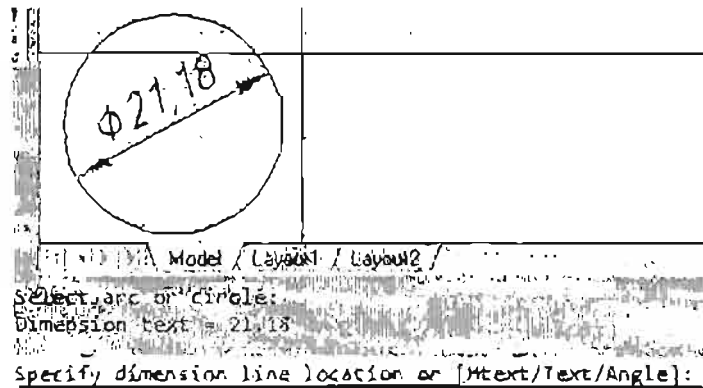

Рис. 3.21. Диалог в командной строке при выполнении команды Diameter (Диаметр)
3. Укажите точку на окружности, от которой будет проставлен размер диаметра. В командной строке появится запрос на указание положения размерной линии и список опций команды (рис. 3.21):